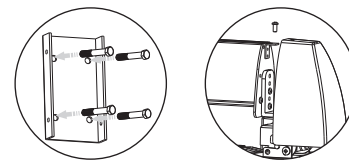
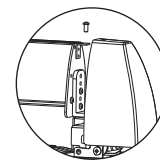
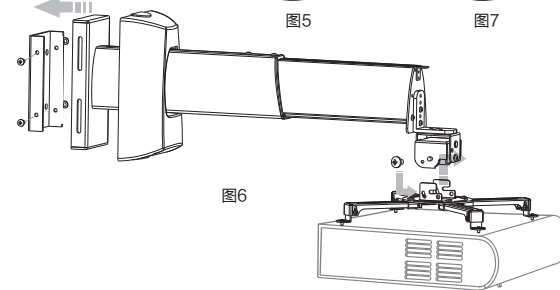

图5
图7
图6
- ② 把墙壁固定件安装到墙壁上(根据墙壁的材质选择配件中的螺丝, 配件7适用于混凝土墙壁, 配件8适用于木板墙壁)如图5。然后, 把支杆总成安装到墙壁固定件上, 以螺丝(配件5)紧固, 再安装支架(已安装于投影机上)扣在角度调节器的挂扣上, 然后装上(配件④)螺丝, 如图6。把顶盖套入安装前端, 紧固螺丝(配件6), 如图7。